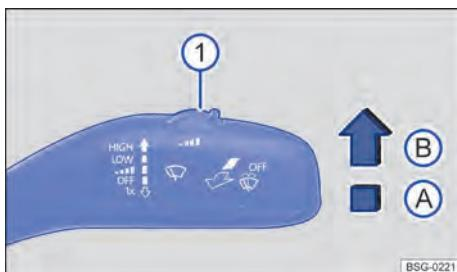

Fig. 79 À direita da coluna de direção: alavanca dos limpadores de vidro.
A sensibilidade do sensor de chuva e de luz pode ser ajustada manualmente com o interruptor na alavanca dos limpadores do para-brisa → Fig. 79 ①, → ▲.
Pressionar a alavanca para a posição desejada → Fig. 79: